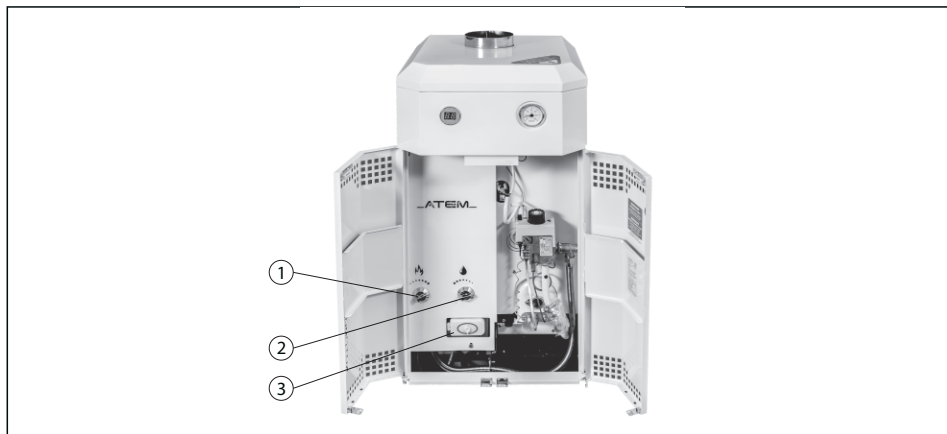

Рис. 12 Порядок работы водонагревателя
Регулирование мощности аппарата производится поворотом ручки "расход газа" (1) рис. 12 в рамках положений "меньше" - больше" или изменением расхода воды, проходящей через аппарат ручкой (2) "Расход воды"